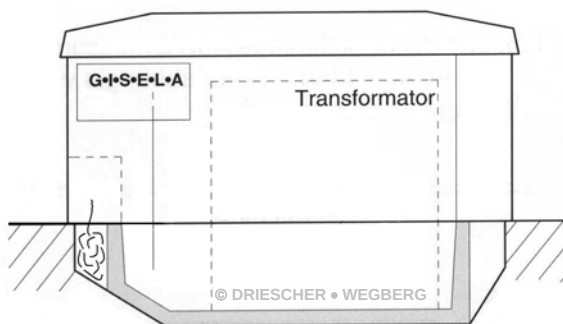
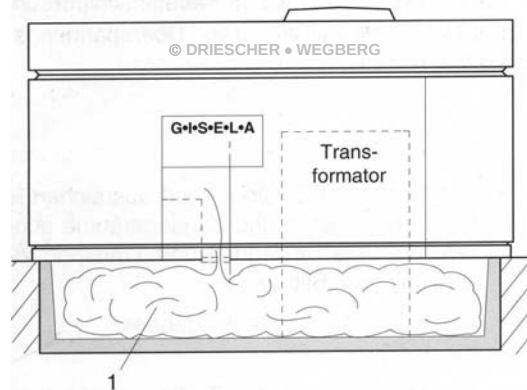
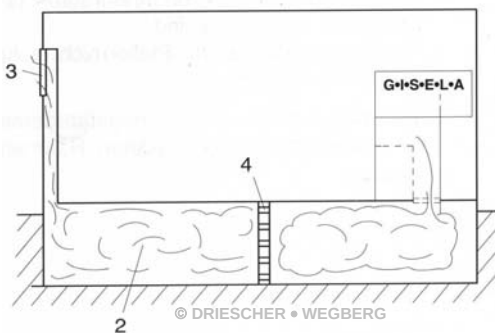

Bild 1 / Figure 1
Bild 2 / Figure 2
Bild 3 / Figure 3
- Bei Kompaktstationen Typ K und KSP Fa. DRIESCHER erfolgt der Druckausgleich ausschließlich im Kabelanschlussbereich (Bild 1). Ansonsten muss bei kompakten und begehbaren Stationen die Druckentlastung in den Kabelkanal (1) [Mindestvolumen ~3 m3] vorgesehen werden (Bild 2).
- Bei vorhandenem Kabelkanal (2) [Mindestvolumen ~1,1m3; Mindestquerschnitt – 0,25m2 mit Öffnung (3) nach außen], diesen als Druckentlastungsraum nutzen.
- Durch Einbau von zwei Lagen Streckmetall (4) werden die Lichtbogengase zusätzlich gekühlt und der Austritt von heißen Gasen gemindert (Bild 3).
- Sur les postes compacts de type K et KSP de marque Driescher Wegberg, la compensation de pression s'effectue uniquement dans la zone de raccordement des câbles (figure 1). De plus, sur les postes compacts et accessibles, le relâchement de pression doit être prévu dans la conduite de câble (1) [volume minimum ~3 m3] (figure 2).
- Lorsqu'une conduite de câble est présente (2) (volume minimum ~ 1,1 m3, section transversale minimum = 0,25 m2) ainsi qu'une sortie d'air de ventilation (3), celles-ci doivent être utilisées comme zone de relâchement de pression.
- En installant deux couches de métal déployé (4), les gaz d'arc sont également refroidis et la sortie des gaz chauds est réduite (figure 3).